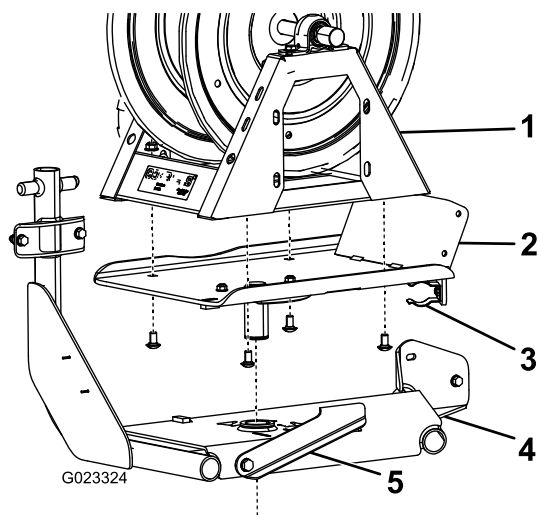

図 9
2. スイベルプレートをホースリールの底部に取り付けるキャリッジボルト4本とフランジナット3/8 インチ4個を使用する図 9。
3. スイベルプレートを、ホースリール・フレームの穴に落とす図 9。